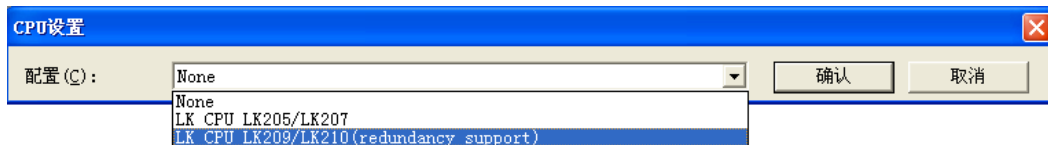

图 37 CPU 设置
1. 在菜单栏中选择【文件】→【新建】或在工具栏中选择**新建**按钮，随之弹出“CPU 设置”对话框，如图 37 所示。